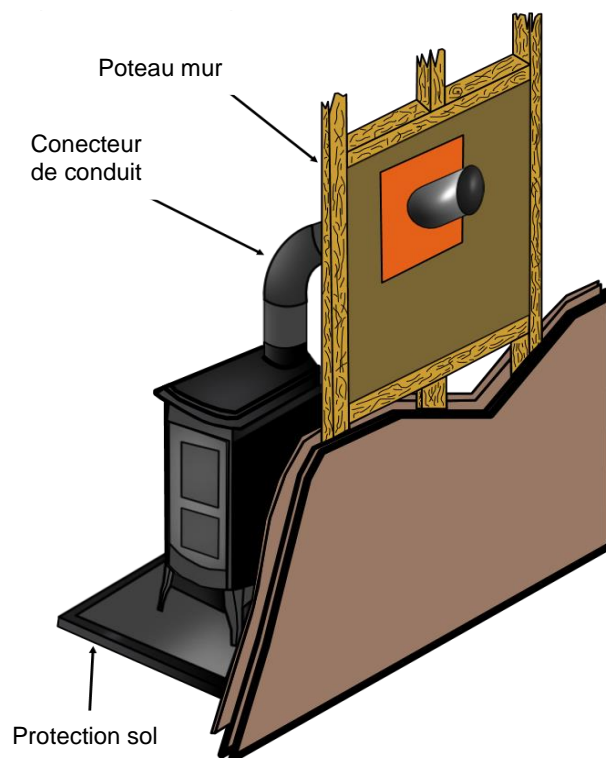

Fig. 5. - Exemple de sortie de fumées à travers un mur.
- Retirez la matière inflammable pour que celle-ci ne touche ni le connecteur ni la sortie de fumée, la distance nécessaire sera de 300 mm. Tout ce qui est installé à proximité du connecteur ou du conduit de fumées doit être non inflammable. (Fig. 5).